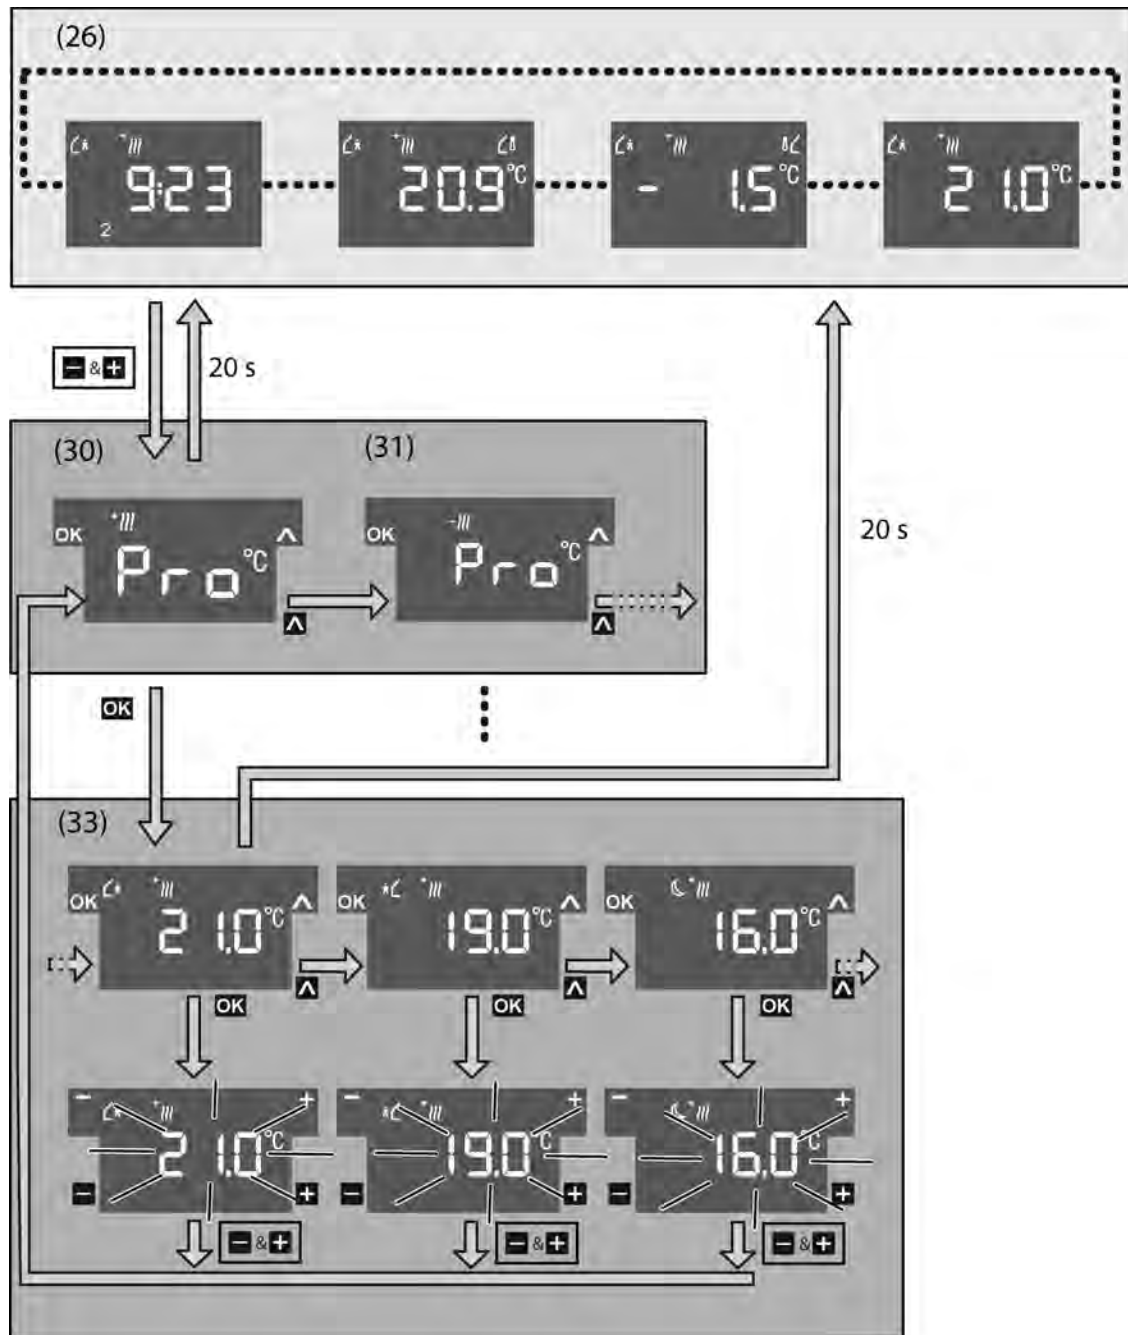

Bild 13: Untermenü zur Änderung der Solltemperaturen
- Mit der rechten Displaytaste **▲** den Menüpunkt für die Temperaturänderung des Heizbetriebs (30) oder des Kühlbetriebs (31) auswählen (Bild 13).